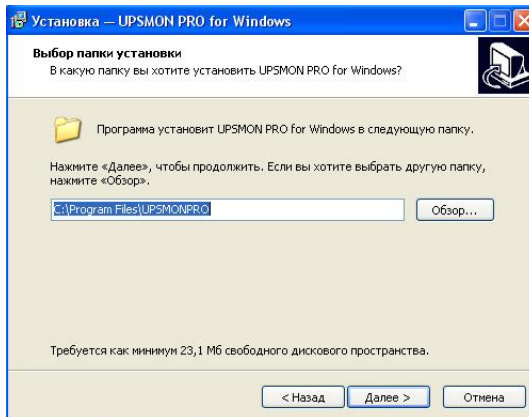

Рис. 5.4
3. Выберите диск и папку для установки вашей программы. Прочтите и выполните инструкции, содержащиеся в этом окне, и кликните «Далее» (см. рис. 5.4).